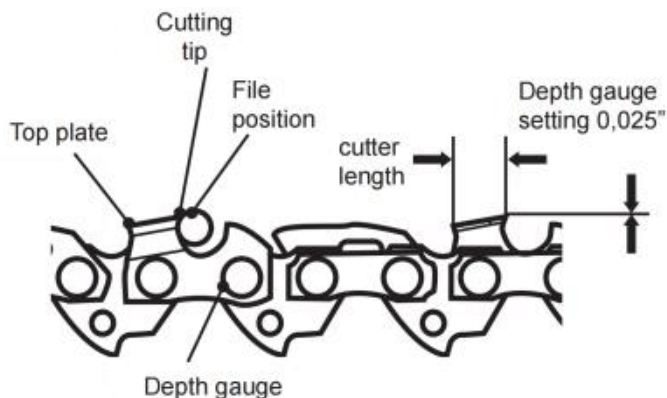

Fig. 75
9. Använd ett djupmätinstrument för att kontrollera höjden på djupmätaren. Djupmätningsskäl finns tillgängliga från mest välrenommerade verktygshandlare (bild 75).